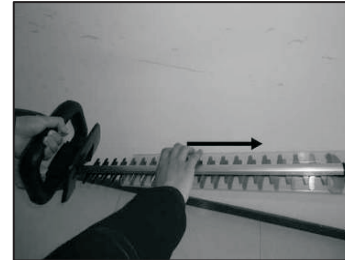

Fig.3
6.1 REMOVE THE BLADE GUARD BEFORE OPERATION. (FIG.3)